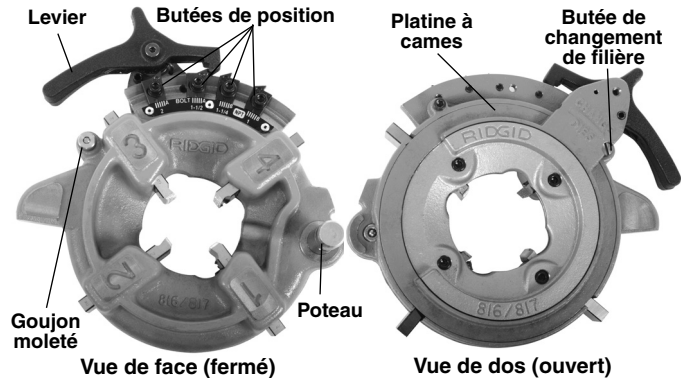

Figure 1 – Tête de filière semi-automatique
2. Appuyez sur le levier pour amener la platine à cames jusqu'à la butée de changement de filières (Figure 1). La platine est munie d'un système à ressorts qui lui permet d'avancer lorsque l'on appui sur le levier.